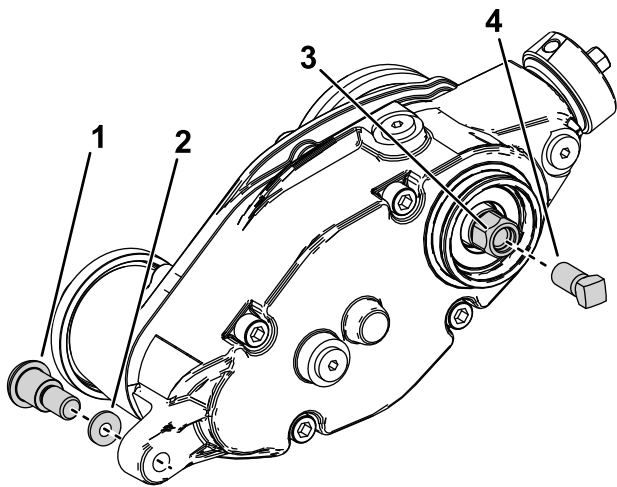

Figura 34
2. Retire los pernos de la tapa que conectan el groomer a la caja de transmisión (Figura 34).
3. Retire el perno de cuello largo y la arandela endurecida que conectan la caja de transmisión del groomer al brazo del regulador (Figura 34).
5. Instale el tornillo de refuerzo (pieza n.º 1-803022 – se vende por separado) en las roscas internas del cabezal hexagonal de la transmisión del groomer y apriételo a 13,5 Nm, tal y como se muestra en la Figura 34.
6. Retire la caja de transmisión del groomer del molinete de corte girando el cabezal hexagonal de la transmisión del groomer (Figura 34).